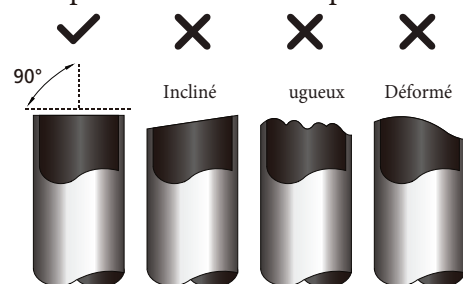

Fig. 5.1
- Assurez-vous que le tuyau est coupé à un angle parfait de 90°. Reportez-vous à la Fig. 5.1 pour des exemples de mauvaise coupe.